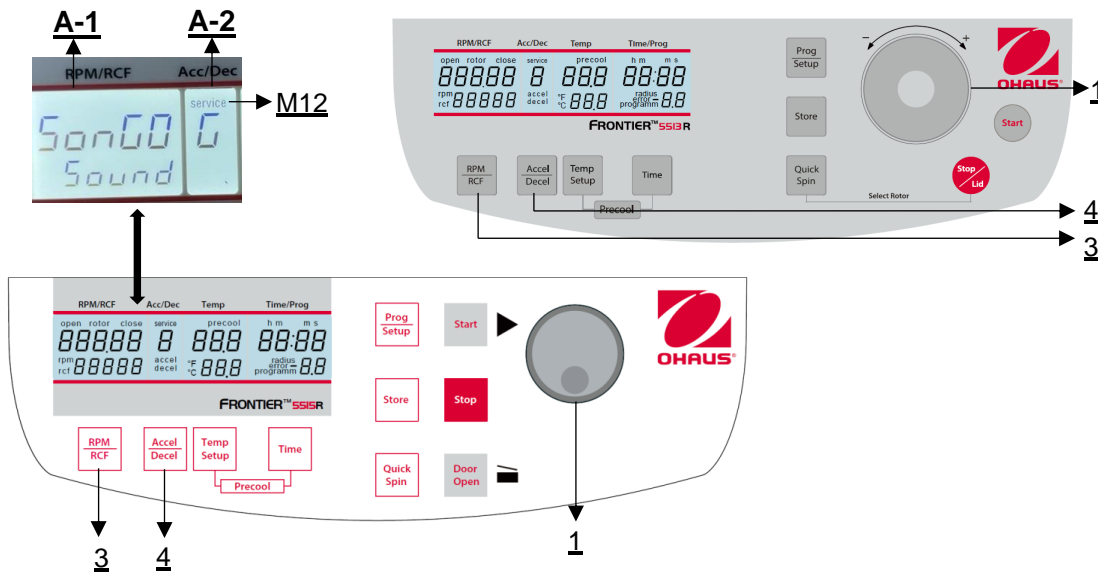

Figure 29
Procéder comme décrit au point 4.1.1 pour entrer dans ce mode de programmation et appuyer ensuite sur la touche "**Accel/Decel**" (4). Sur l'écran "**Acc/Déc**" (A-2), le mot "**Service**" (M12) clignote. Sélectionnez maintenant la lettre "**G**" à l'aide du bouton de réglage / de la roue tactile (1). Les mots "**SonGo/Sound**" apparaissent alors dans l'affichage "**RPM | RCF**" (A-1). Après avoir appuyé sur la touche "**RPM | RCF**" (3), vous pouvez sélectionner un morceau à l'aide du bouton de réglage / de la molette tactile (1) (voir figure 29).